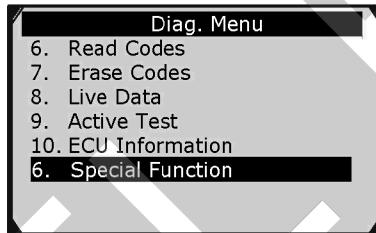

Рисунок 8-20
1) В меню **диагностики** (см. рисунок 8-20) с помощью **кнопок прокрутки вверх/вниз** выберите пункт **Special Function [Специальная функция]**, чтобы выполнить проверку антиблокировочной тормозной системы. На дисплее сканера появится следующее окно.
1) В меню **диагностики** (см. рисунок 8-20) с помощью **кнопок прокрутки вверх/вниз** выберите пункт **Active Test** [**Активная диагностика**], чтобы выполнить проверку исполнительного устройства. На дисплее сканера появится следующее окно.